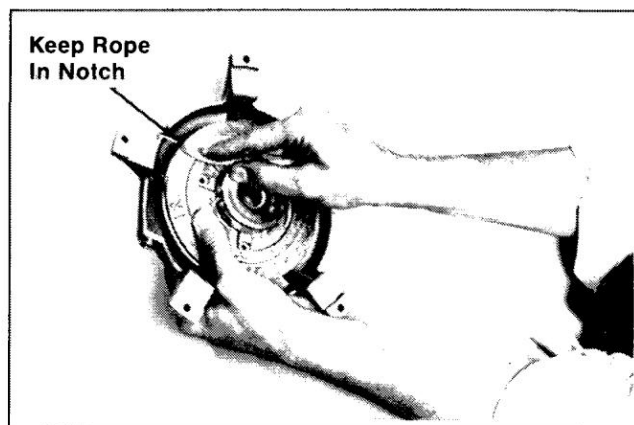

Figure 7-22. Ressort de tension.
14. Faites tourner la poulie dans le sens antihoraire (vu du côté cliquet de la poulie) jusqu'à ce que le ressort soit tendu. (Environ 4 tours complets de poulie.) Assurez-vous que la corde entièrement déployée est maintenue dans l'encoche de la poulie pour éviter toute interférence avec les renforts des pieds du boîtier. Reportez-vous à la Figure 7-22.